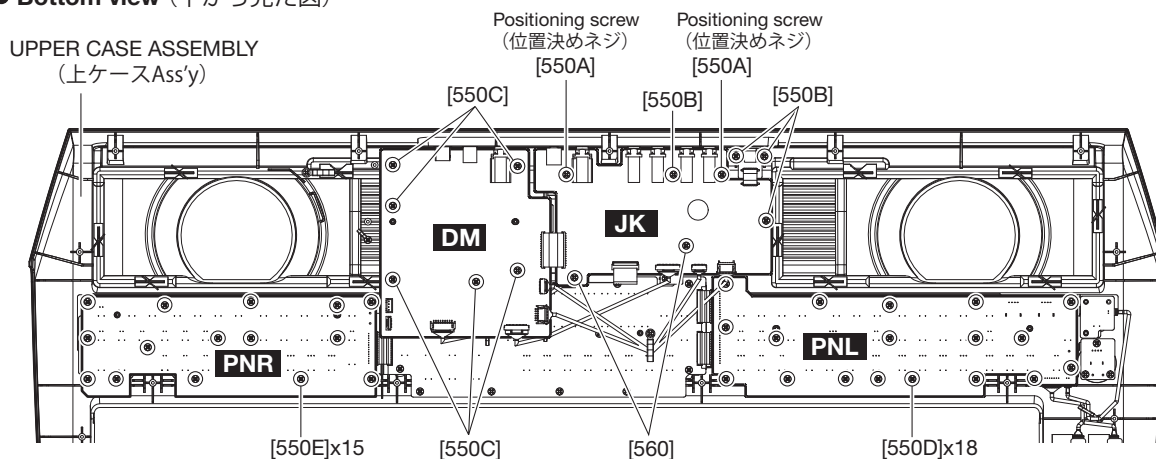

Fig. 2 (図2)
- 3-2. Remove the two (2) screws marked [550A], four (4) screws marked [550B] and two (2) screws marked [560]. The JK circuit board can then be removed. (Fig. 2)
* **When installing the JK circuit board, first tighten the two (2) screws marked [550A] and then the remaining screws. (Fig. 2)**
- 4-2. Remove the six (6) screws marked [550C]. The DM circuit board can then be removed. (Fig. 2)
- 5-3. Remove the eighteen (18) screws marked [550D]. The PNL circuit board can then be removed. (Fig. 2)
- 3-2. [550A] のネジ 2 本と [550B] のネジ 4 本、[560] のネジ 2 本を外し、JK シートを外します。(図 2)
- ※ JK シートを取り付けるときは、[550A] のネジ 2 本を締めてから他のネジを締めてください。(図 2)
- 4-2. [550C] のネジ 6 本を外し、DM シートを外します。(図 2)
- 5-3. [550D] のネジ 18 本を外し、PNL シートを外します。(図 2)
- 6-2. Remove the fifteen (15) screws marked [550E]. The PNR circuit board can then be removed. (Fig. 2)
- 6-2. [550E]のネジ 15 本を外し、PNRシートを外します。(図 2)